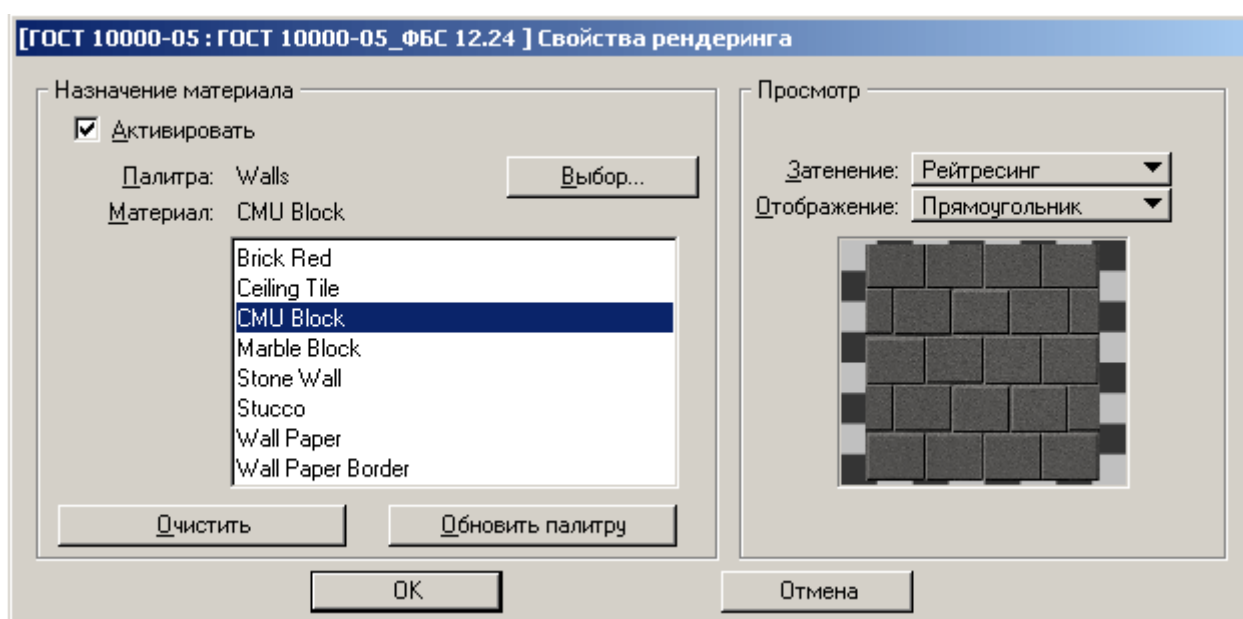

Рисунок 20
4. Закладка **Свойства рендеринга** (визуализации) отвечает за параметры визуализации элемента (материал, текстуру), а также позволяет предварительно просмотреть реалистичность отображение элемента (Рисунок 20).